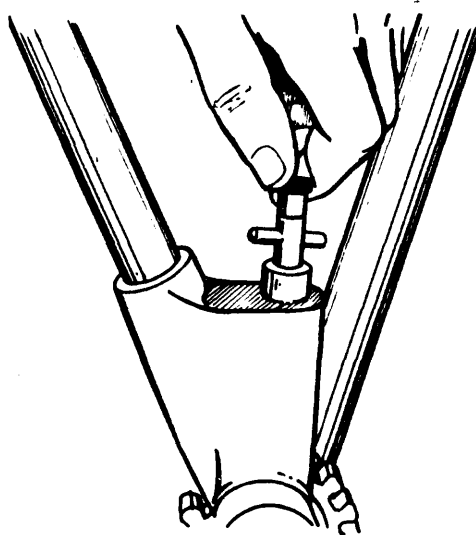

Fig. 12
a) Ponga el ratchet en posición de trabajo. (Fig. 12).